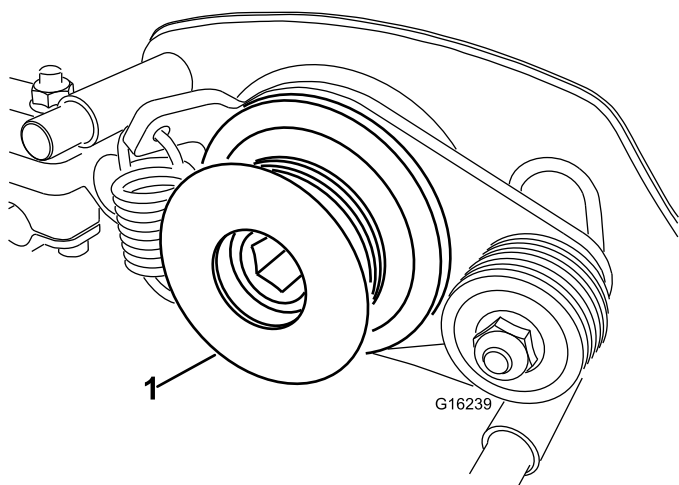

Figure 32
7. Déposez la poulie d'entraînement du groomer de l'arbre du cylindre (Figure 32).